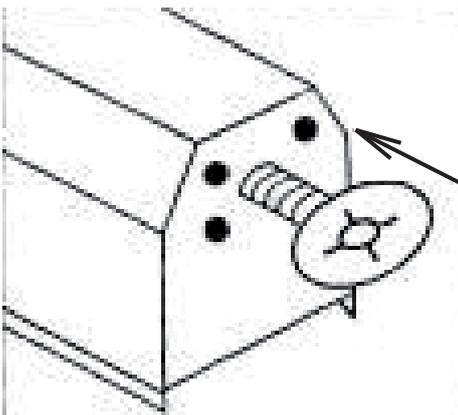

Рис. 11
3. З'єднайте центральний отвір планшайби з різьбою шпинделя (рис. 11).